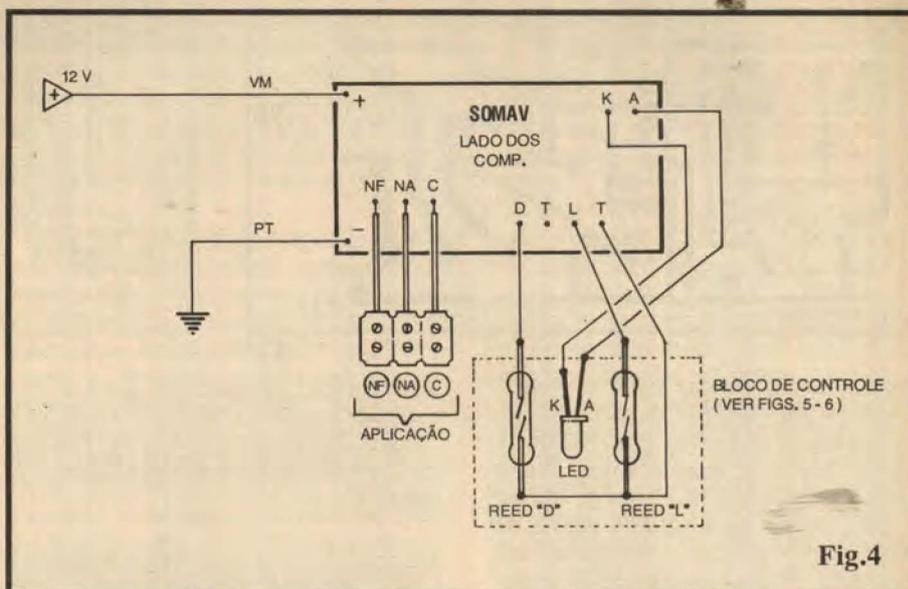

Fig.4
- FIG. 4 - CONEXÕES EXTERNAS À PLACA - Ainda vista pela face não cobreada, a placa agora traz os detalhes das suas conexões externas, incluindo a cabagem da alimentação (de preferência com fio **vermelho** para o **positivo** e fio **preto** para o **negativo**, conforme é praxe...), as ligações dos terminais de Saída/Utilização